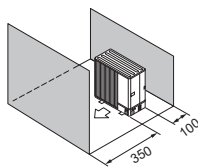

Fig. 2-10
- (5) Obstruções ou superfícies fechadas apenas na parte da frente e de trás (Fig. 2-10)